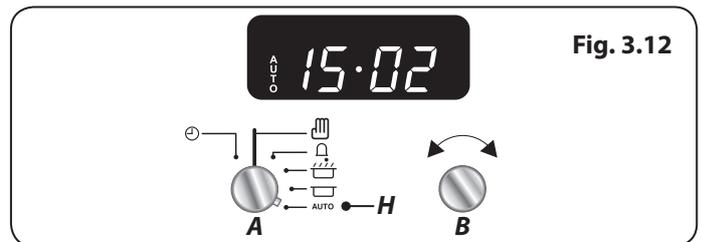

Fig. 3.12
5. Tournez le bouton du Programmateur (A) sur la position Auto (H) (**Fig. 3.12**). Si l'écran affiche l'heure en cours et AUTO, cela indique qu'une programmation a été définie (heure d'allumage et heure d'extinction).